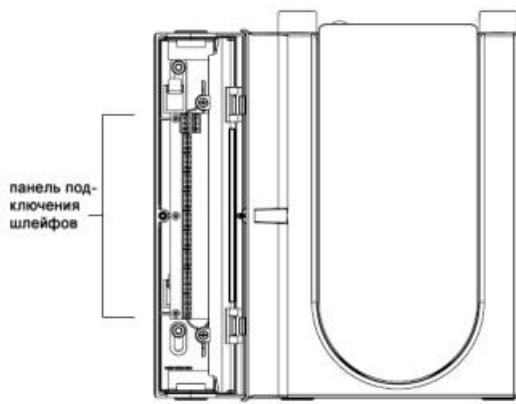

Рис.3 Подключение шлейфов питания и сигнала
- Уложите все питающие и сигнальные провода в кабель-канал и через отверстие в корпусе извещателя заведите их в отсек с левой стороны блока, как показано на рис.3.